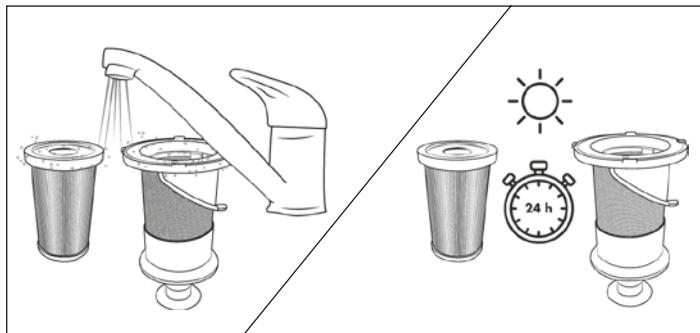

Fig. 20
- 5) Enjuague el filtro HEPA ⑤ y el filtro de acero inoxidable ⑥ bajo agua fría o templada. Deje que el filtro HEPA ⑤ y el filtro de acero inoxidable ⑥ se sequen completamente antes de volver a montarlos en el depósito de polvo ⑦ (consulte la fig. 20).